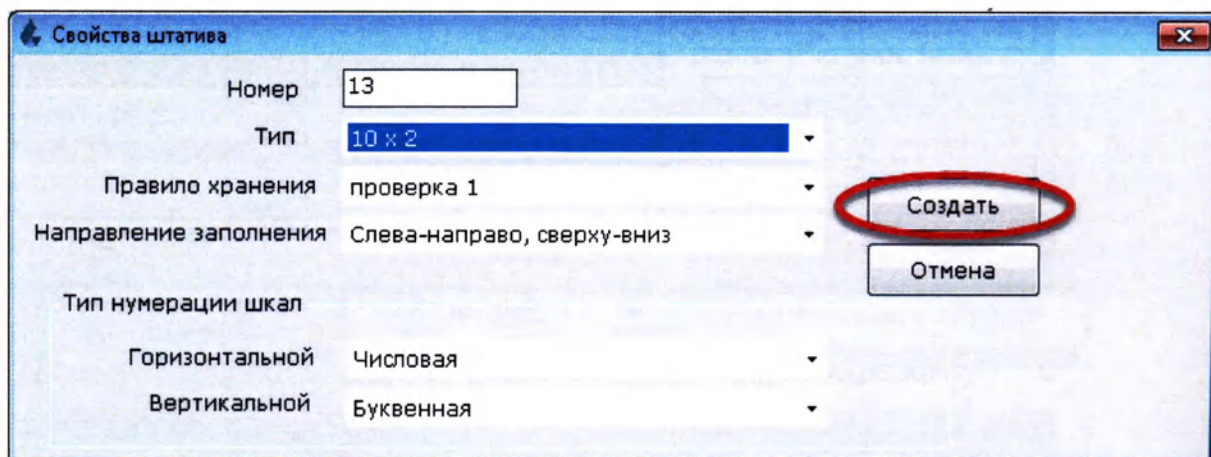

Рисунок 13.7
4. По завершении настройки конфигурации штатива, нажмите кнопку **«Создать»** (Рисунок 13.7).